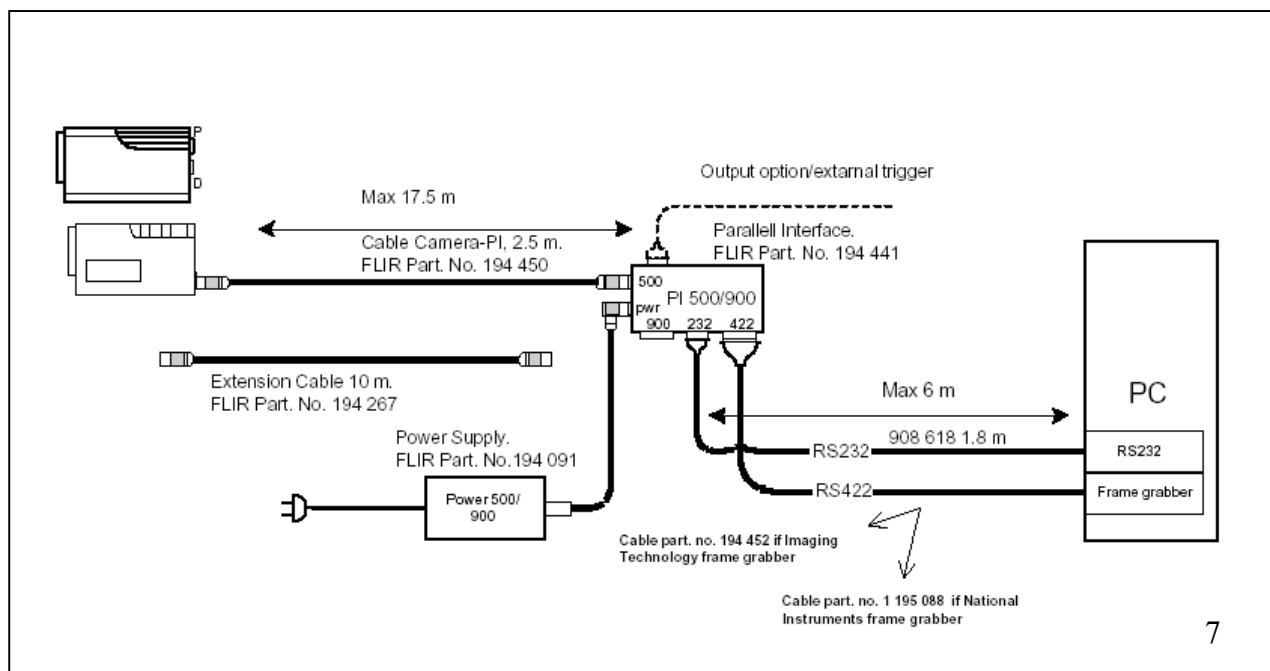

Figura 7. Configurazione per uscita digitale e scheda Coreco /ITI IC2 DIG-16.
- b. La seconda configurazione analizzata (Figura 7) utilizza il segnale digitale in uscita dalla telecamera, una scheda Coreco /ITI IC2 DIG-16 ed il software ThermaCAM Researcher 2001.